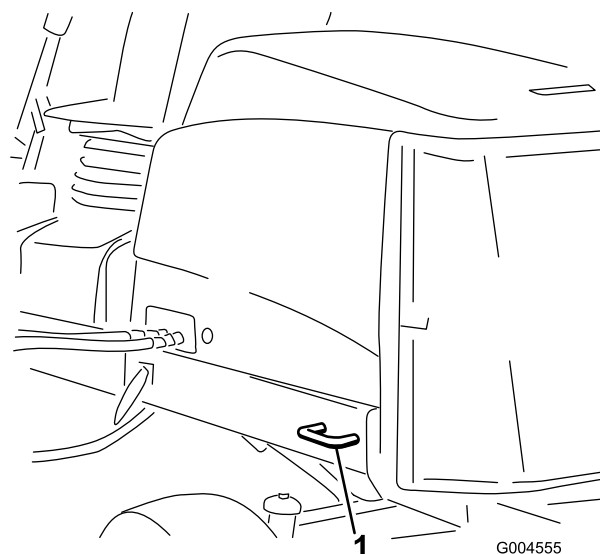

Figura 36
- **Traseira da máquina** – cada lado da máquina na estrutura traseira (Figura 36).